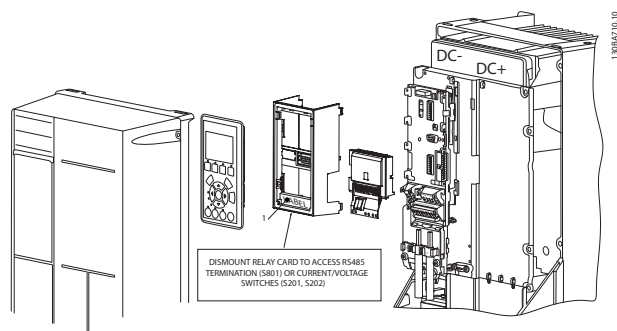

Рисунок 9.10 А5, В1–В4 и С1–С4
1) **ВАЖНО!** Для обеспечения соответствия требованиям UL, ярлык ДОЛЖЕН быть помещен на раму LCP, как показано на Рисунок 9.10.